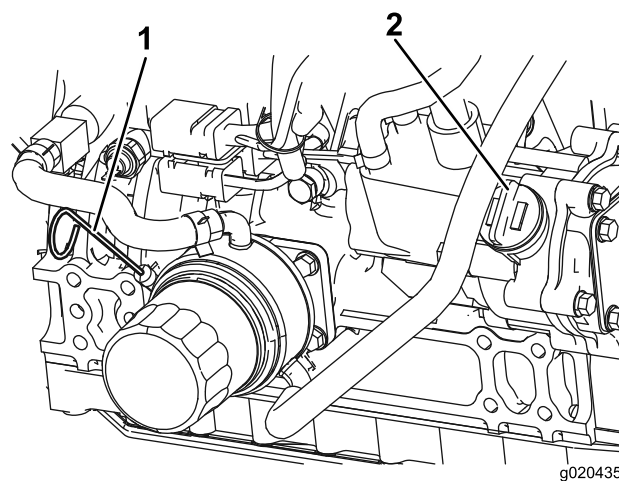

図 8
3. ディップスティックを抜き取り、付いているオイルをウェスで拭き、もう一度一杯に差し込んで抜きとる。FULL マークと ADD マークの間にあればよい 図 8。
4. オイルの量が少ない場合は、補給キャップ 図 8 を取り、Full と ADD の間の位置までオイルを補給する。**入れすぎないこと。**